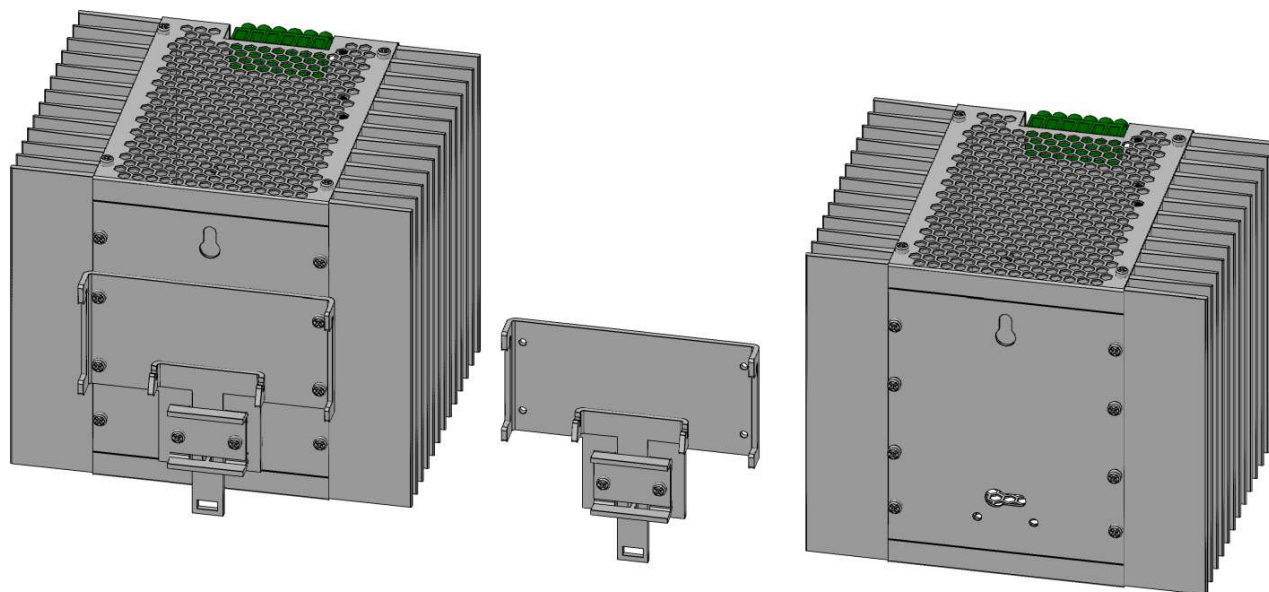

Рисунок 4. Демонтаж крепежного механизма.
5.4. Базовым конструктивным вариантом изготовления ИПС-500-220В/ХХВ-ХХА-Д является исполнение с установкой на DIN-рейку. При необходимости установки ИПС на вертикальную плоскость (настенный вариант), достаточно открутить 4 крепежных винта и демонтировать единый крепежный механизм (смотреть рисунок 4):